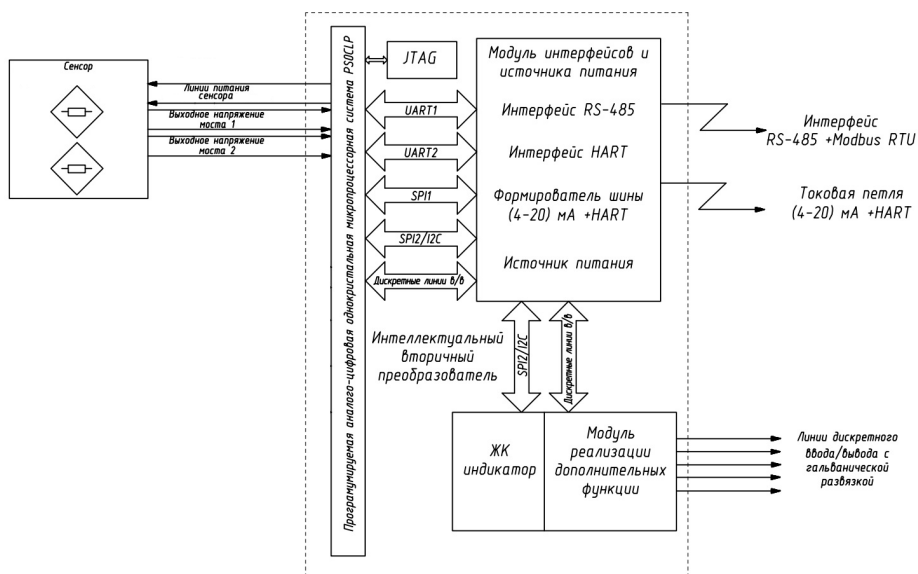

Рисунок 2– Блок-схема датчика
1.3.1 Функционально датчик состоит из двух частей: преобразователя давления (в дальнейшем – измерительный блок) и электронного блока (рисунок 2). Датчики имеют унифицированный электронный блок. На рисунке 3 приведено схематичное расположение модулей электроники в электронном блоке.